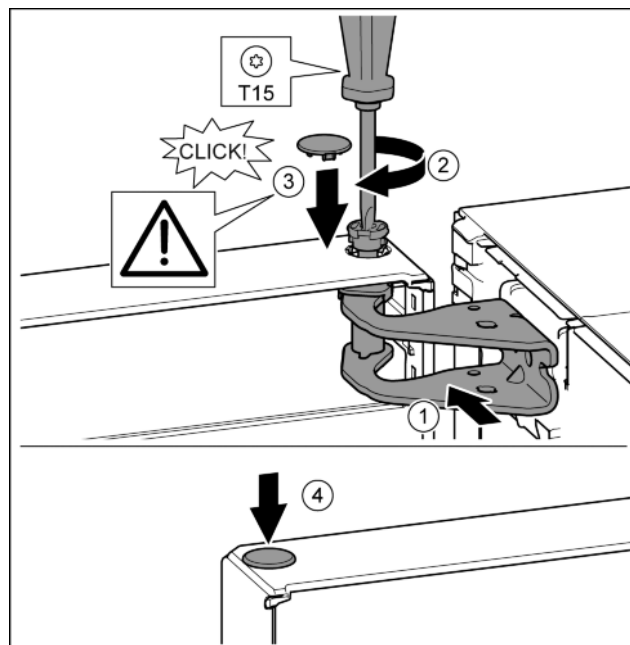

Fig. 23
- ▶ Dveře nahoře vyrovnejte s otvorem ve stojanu ložiska. Fig. 23 (1)
- ▶ Vložte čep a pevně jej utáhněte šroubovákem T15. Fig. 23 (2)
- ▶ K zajištění dveří namontujte bezpečnostní kryt: Bezpečnostní kryt nasadte a zkontrolujte, zda přiléhá na dveře. V opačném případě čep zcela zasuňte. Fig. 23 (3)
- ▶ Vložte zátku. Fig. 23 (4)